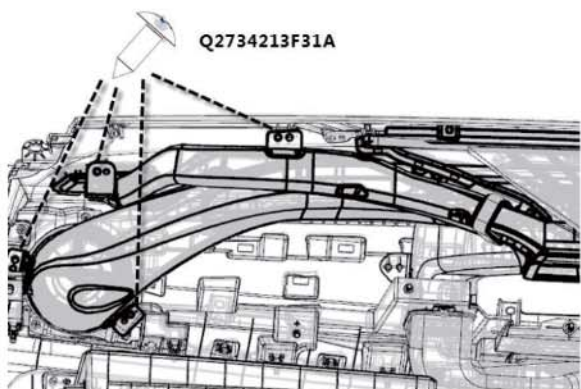

图 1-19 左/右侧风道总成安装结构示意图
(1) 先安装前除霜风道的紧固件，三个螺钉将前除霜风道总成固定在仪表板上；
(2) 如图 1-19 所示，再让右风道总成中的除霜风道一端与前除霜风口对接上，另一端与右除霜风口匹配，两个螺钉将除霜风道固定在上本体上，同时右风道与侧风口对接上，另外两个螺钉把右风道固定在上本体，左风道总成安装同理；